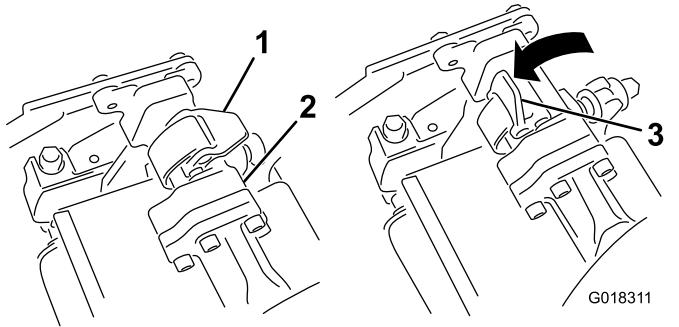

Figura 3
3. Con i fermi sulla barra del braccio di sospensione rivolti verso l'alto (**Figura 3**), spingete il braccio di sospensione verso il basso, in modo che la barra si inserisca sopra la barra sulla parte superiore dell'unità tri-roller (**Figura 4**).
4. Chiudete i fermi spostandoli verso il basso e attorno alla barra dell'unità tri-roller, quindi bloccateli in posizione (Figura 3).